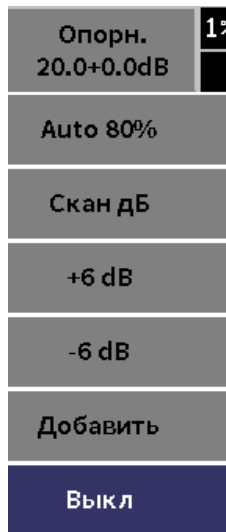

Рис. 6-2 Кнопки усиления сканирования
6. Нажмите Enter для отображения кнопок усиления при сканировании (см. Рис. 6-2 на стр 66).